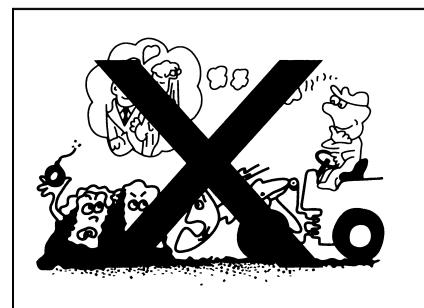

Рис.1-13
- Надо регулировать состояние здоровья, запрещается управлять погрузчиком, когда вам не здоровится, хочется спать из-за лекарства или вы пили водку. В таком случае управления ваша ошибка принесет вам и другим лицам вред(Рис.1-13).